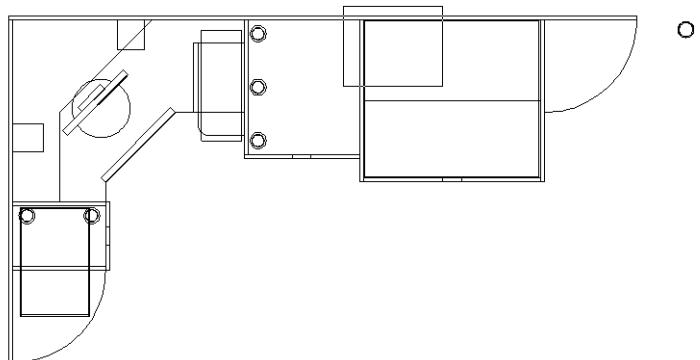

Рис. 5.51 ▼ Изменение масштаба фрагмента чертежа с помощью инструмента **Окно зумирования** (Zoom Window)
1. Охватите рамкой масштабирования фрагмент чертежа, показанный на рис. 5.51. (Если хотите, можете воспользоваться инструментами **Панорамирование в реальном времени** (Pan Realtime) и **Зумирование в реальном времени** (Zoom Realtime).)